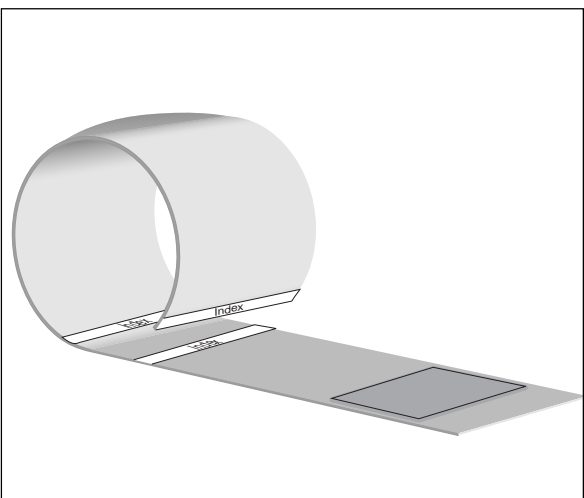

Fig. 4-2 Feste mansjetten
- den stiplede hvite linjen på mansjettens ende er plassert mellom de to stiplede linjene **Index** når du lukker mansjetten (hvis ikke, velg en annen mansjettstørrelse, Fig. 4-2)